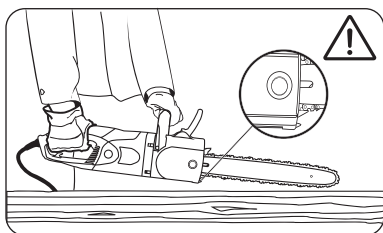

рис. 3
**Пиление вдоль длины бревна** должно производиться по возможности под малым углом. При этом требуется особая осторожность, так как зазубренная планка в этом случае не может быть использована. (рис. 3)